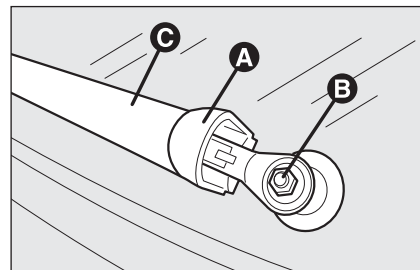

fig. 2
- ☐ sollevare la copertura **A-fig. 2**, svitare il dado **B** e rimuovere il braccio **C**;